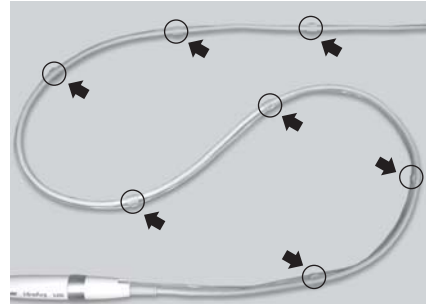

Fig.16
- Embaquetez le cordon de la pièce à main et le tube d'irrigation à un total de 7 emplacements, tel que représenté dans l' Fig. 16.